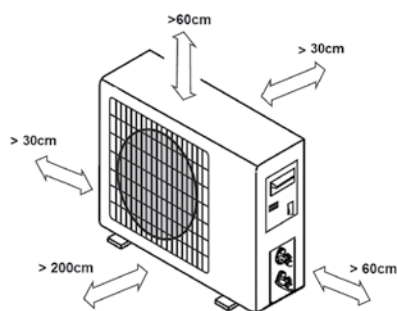

Figura 5
- Fare in modo che lo spazio attorno alla parte posteriore e sinistra dell'unità misuri oltre 30 cm. Sul lato anteriore dell'unità lo spazio dev'essere di oltre 200 cm, mentre il lato di collegamento (lato destro) deve mantenere uno spazio di 60 cm. (vedi la figura 5).